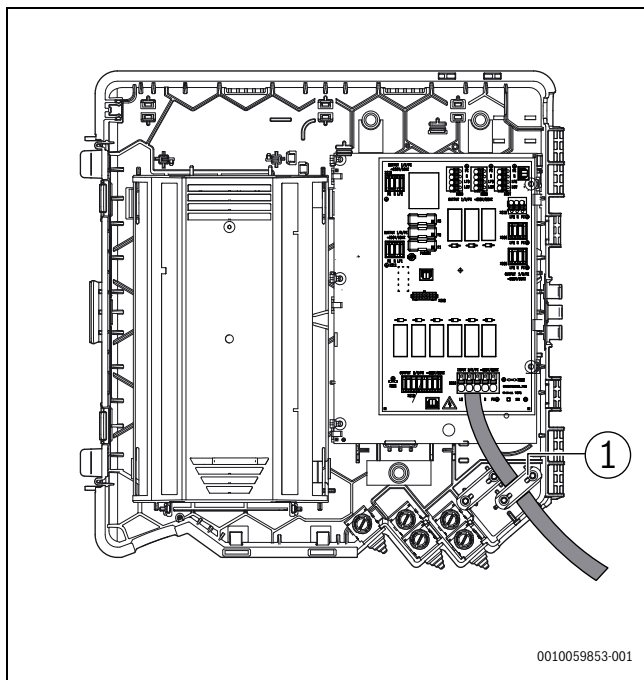

Bild 28 Netzkabel mit Zugentlastung sichern
- ▶ Netzkabel mit Zugentlastung [3] sichern (→ Abb. 28, Seite 24) und Schutzschlauch benutzen.